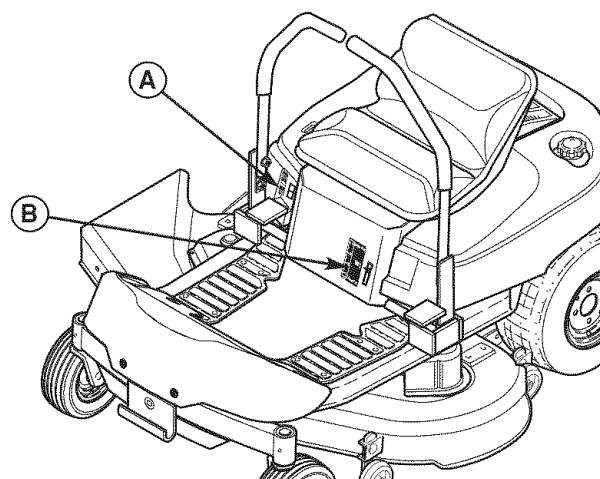

Figura 33. Ajuste de la altura de corte
Para aumentar la altura de corte de la segadora (elevar la cubierta de la segadora), oprima la parte superior del ajuste de altura de corte de la segadora (A, Figura 33). Para disminuir la altura de corte de la segadora (bajar la cubierta de la segadora), oprima la parte inferior del ajuste. El rango de la altura de corte de la segadora es 3-3/4" a 1-1/2". El calibrador de altura de corte indica la posición de la cubierta de la segadora. El calibrador de altura de corte (B) se encuentra en la parte frontal del montable, justo detrás de la pierna izquierda del conductor.